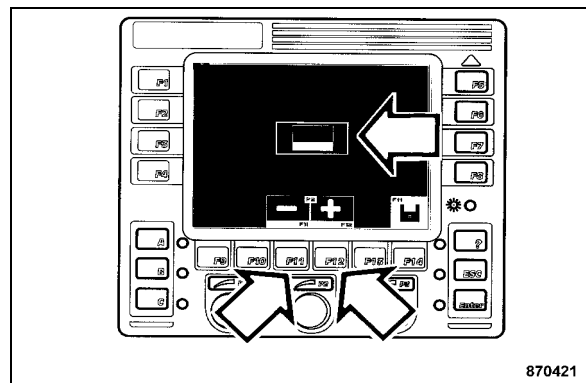

fig. 86
- Choisir la langue désirée à l'aide de la touche "F11" ou "F12" (fig. 86).